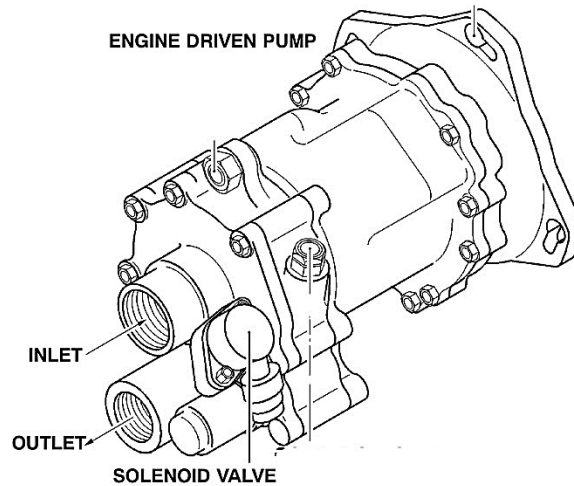

Рис. 1.3. Насос Engine Driven Pump (EDP).
2). Один (или два) насос(а) с приводом от авиадвигателя Engine Driven Pumps (EDPs) (рис.1.3.), непосредственно подключенные через вспомогательную коробку передач: